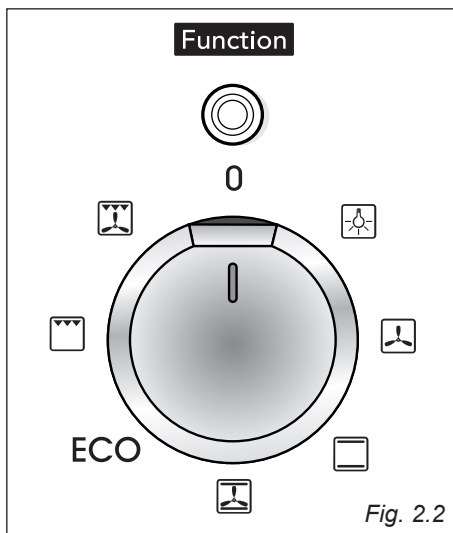

Fig. 2.2
- Svitare la vite "D" e aprire completamente il fermacavo "E" (fig. 2.2).
### MANOPOLA DEL SELETTORE FUNZIONI (fig. 2.2)